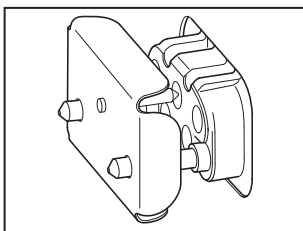

Fig. 1
- Deje enfriar la placa de inducción antes de retirarla si necesita limpiarse. Cuando la placa de inducción está extraída del horno, asegúrese de que se utiliza la cubierta de la toma suministrada para impedir que penetre suciedad en la toma eléctrica (Fig. 1).